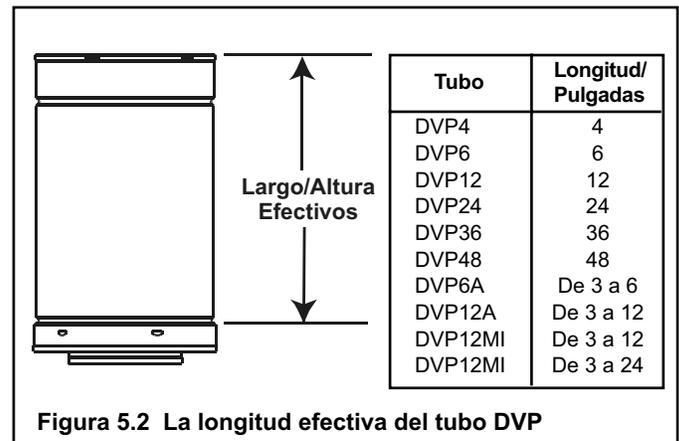

Figura 5.2 La longitud efectiva del tubo DVP
1. Las medidas del tubo se muestran usando la longitud efectiva del tubo (vea la Figura 5.2).